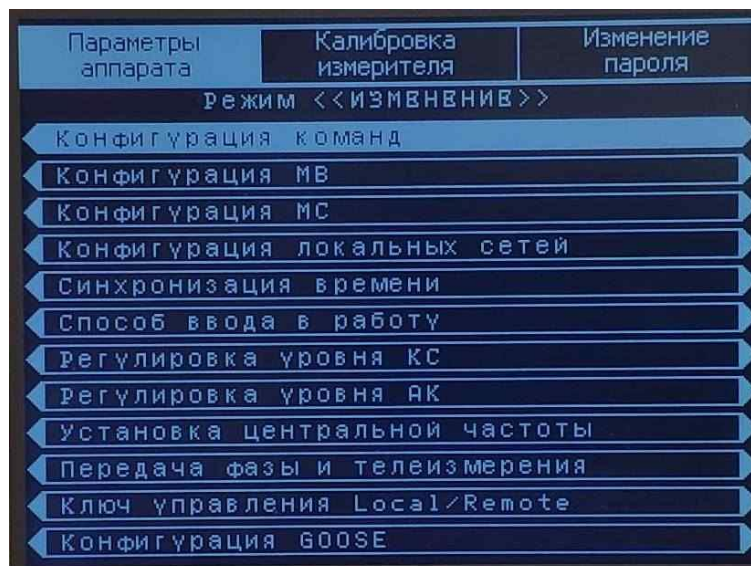

Рисунок 7 – Підрозділ « Параметри апарату»
2.1. «Параметри апарату» - підрозділ призначений для зміни або перегляду параметрів «ОРИОН» АПК ТХ (див. рисунок 7).